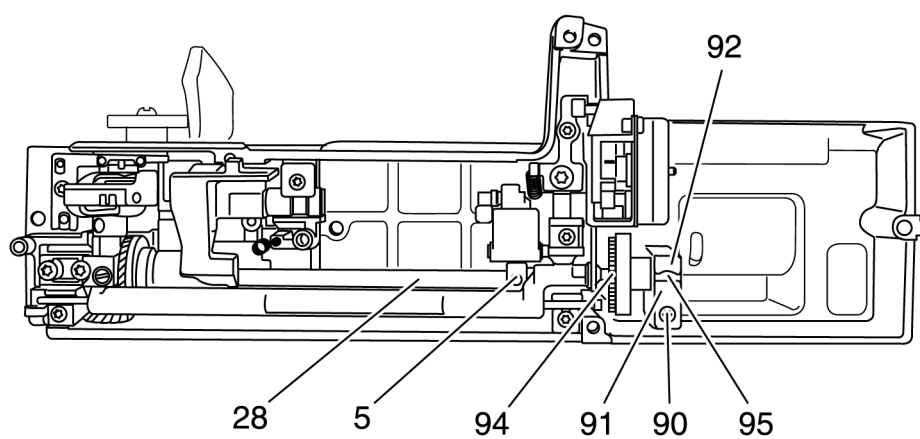

Рис. 78
- Извлеките насколько это возможно вал привода челночного механизма 28 в полном комплекте из правого нижнего подшипника скольжения 92 (рис. 78).